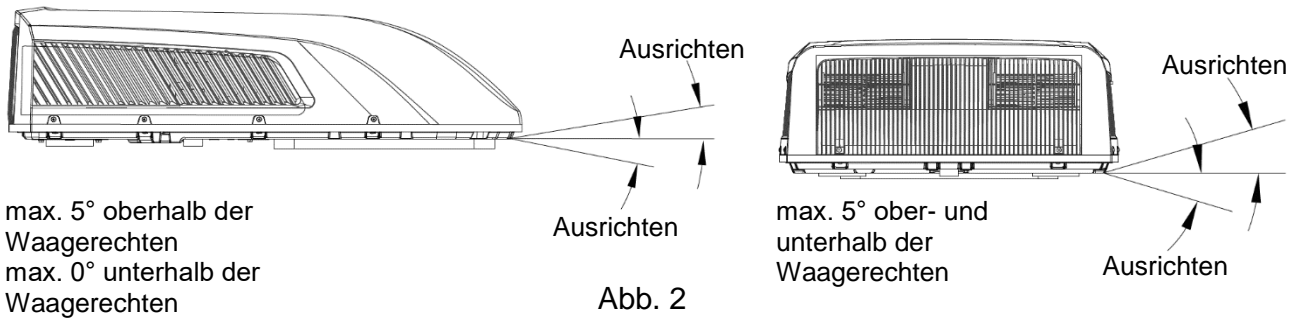

Abb. 2
- Die Installationsfläche für die Außen-Dacheinheit muss in beiden Richtungen waagrecht ausgerichtet sein, wenn der Wagen auf waagerechter Oberfläche steht. In Abb. 2 sind die maximal zulässigen Montageabweichungen von der Horizontalen angegeben.